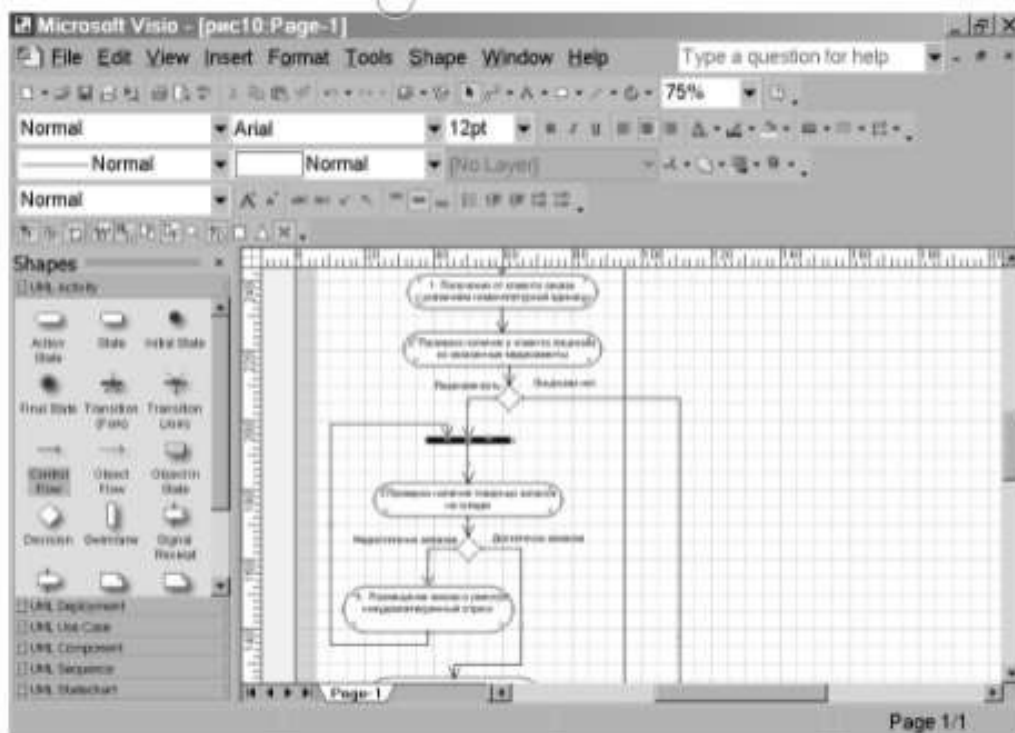

Рис. 14. Фрагмент диаграммы действий бизнес-процесса «Продажи»
19. Сверьте созданный фрагмент диаграммы действий бизнес-процесса «Продажи» с рис. 14.